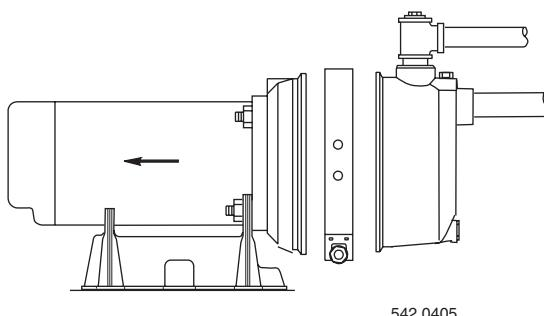

Figure 19 – Glisser le moteur vers l'arrière
Il n'est pas nécessaire de débrancher la pompe ni les tuyaux pour réparer ou remplacer le moteur ou son joint. (Figure 19). Si le moteur doit être remplacé, remplacer également le joint de son arbre. Toujours garder un joint de rechange d'avance.
2. Déposer le collier. (Figure 19)
3. Déposer les boulons de fixation du socle de la pompe. Le moteur et la moitié arrière de la pompe peuvent maintenant être séparés de la moitié avant. (Figure 19). Déposer PRUDEMMENT le joint torique.